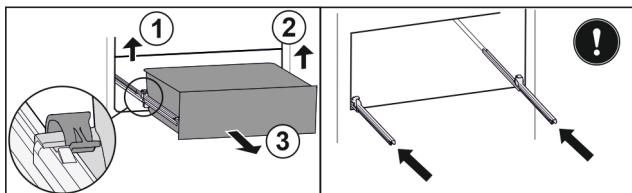

Fig. 80
- Приподнимите левый зажим и одновременно вытяните движением вперед выдвижной ящик слева. Fig. 80 (1)
- Приподнимите правый зажим и одновременно вытяните движением вперед выдвижной ящик справа. Fig. 80 (2)
- Извлеките выдвижной ящик движением вперед. Fig. 80 (3)